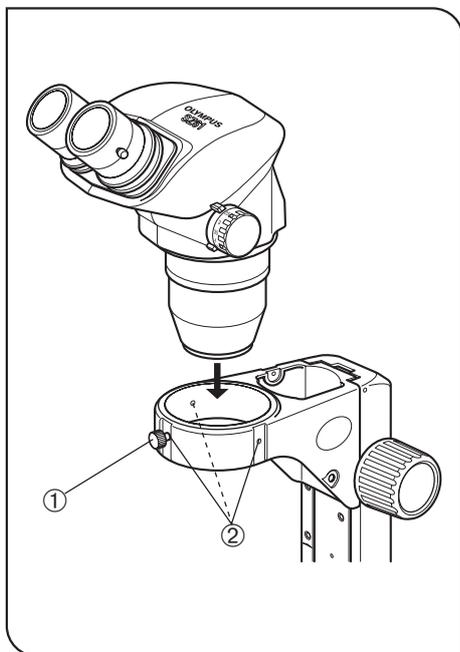

Fig. 13
1 Installation du corps du microscope (Fig. 13)
- Desserrer la vis de blocage du corps de microscope ① et insérer doucement le corps du microscope.
- Ⓞ La vis de blocage du corps du microscope ① peut également être fixée sur n'importe lequel des trois emplacements ② situés autour du bras. Une fois l'installation terminée, fixer la vis à un emplacement où elle n'entravera pas le trajet optique, etc ...
- Ⓞ Si l'observation est toujours menée du côté des commandes de réglage de la mise au point, il est possible d'installer le corps du microscope dans l'orientation opposée à celle montrée sur la Fig. 13 (position tournée à 180°).